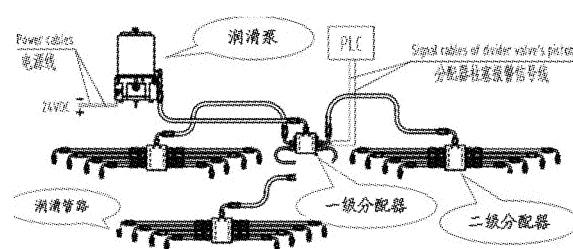
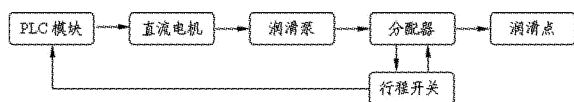

图 1 变桨轴承自动润滑系统结构示意图
图2 系统工作原理图
自动润滑系统一般由润滑泵、分配器、润滑管路以及 PLC 控制系统 4 个基本部分组成,图 1 是一种变桨轴承自动润滑系统结构示意图。
以图 1 变桨轴承自动润滑系统为例,对系统的工作原理进行说明。由 PLC 控制程序输出指令启动直流电机,直流电机带动润滑泵工作,润滑泵以适当的压力将润滑脂注入一级分配器,该分配器按照设定的需求量将润滑脂注入二级分配器,再由二级分配器精确分配润滑脂,并通过润滑管路连接到变桨轴承各个润滑点。此工作过程中,分配器上的行程开关都会将油箱油位信号、润滑管路阻塞信号传递给 PLC 模块,由控制系统来完成加脂工作。如下图 2 所示
(4) 以图1所示变桨轴承自动润滑为例,在润滑系统管路安装过程中,统计记录前5台机组各润滑点油管长度,并结合安装后的效果进行归纳总结,绘制油管长度裁剪表。